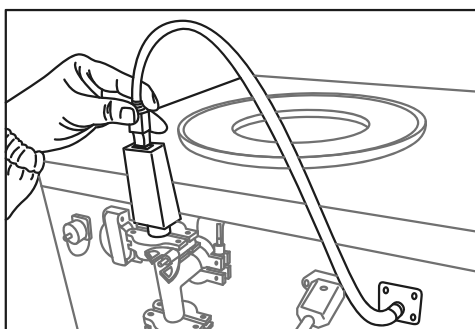

Figura 20.
7. Conecte la válvula solenoide a la Unidad Principal (Figura 20).